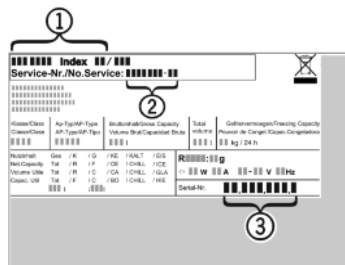

Fig. 15
- ▶ Прочетете от идентификационната табелка описанието на уреда Fig. 15 (1), сервизния № Fig. 15 (2) и серийния № Fig. 15 (3). Идентификационната табелка се намира на лявата вътрешна стена на уреда.
- ▶ Обадете се на сервизната служба и посочете неизправността, описанието на уреда Fig. 15 (1), сервизния № Fig. 15 (2) и серийния № Fig. 15 (3).